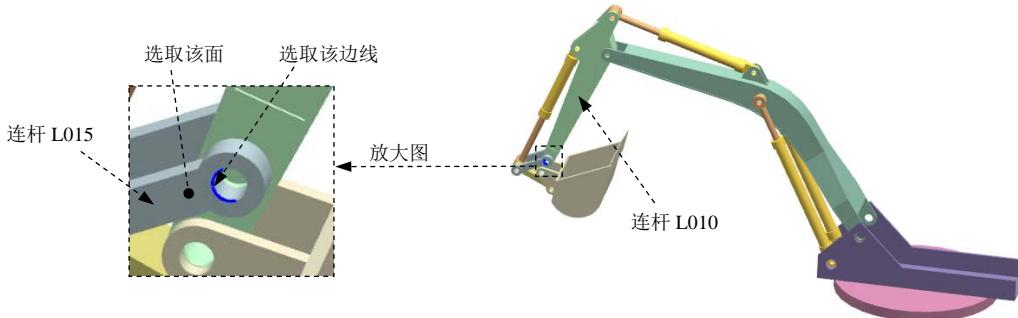

图 10.8.31 定义旋转副（八）
(1) 定义运动副类型。在“运动副”对话框定义选项卡的类型下拉列表中选择旋转副选项。
(2) 选择连杆。选取图 10.8.31 所示的连杆 L015。
(3) 定义原点及矢量。在“运动副”对话框的指定原点下拉列表中选取“圆弧中心”○选项，在模型中选取图 10.8.31 所示的圆弧为定位原点参照；选取图 10.8.31 所示的面作为矢量参考面。
(4) 添加啮合连杆。在“运动副”对话框的**基本**区域中选中 **啮合连杆**复选框，单击**选择连杆 (0)**，选取图 10.8.31 所示的连杆 L010。
(5) 定义啮合连杆原点及矢量。在“运动副”对话框**基本**区域的 **指定原点**下拉列表中选取“圆弧中心” 选项，在模型中选取图 10.8.31 所示的圆弧为定位原点参照；选取图 10.8.31 所示的面作为矢量参考面。
(6) 单击**应用**按钮，完成第十四个运动副的添加。